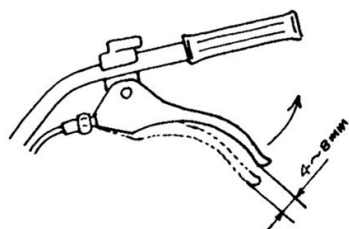

Рисунок 9
- Прежде всего, проверьте натяжение троса сцепления. Обычно его свободный ход должен составлять 4-8 мм; если это не так, ослабьте крепежную гайку и отрегулируйте положение троса. После выполнения регулировки затяните крепежную гайку (См. Рис. 9).